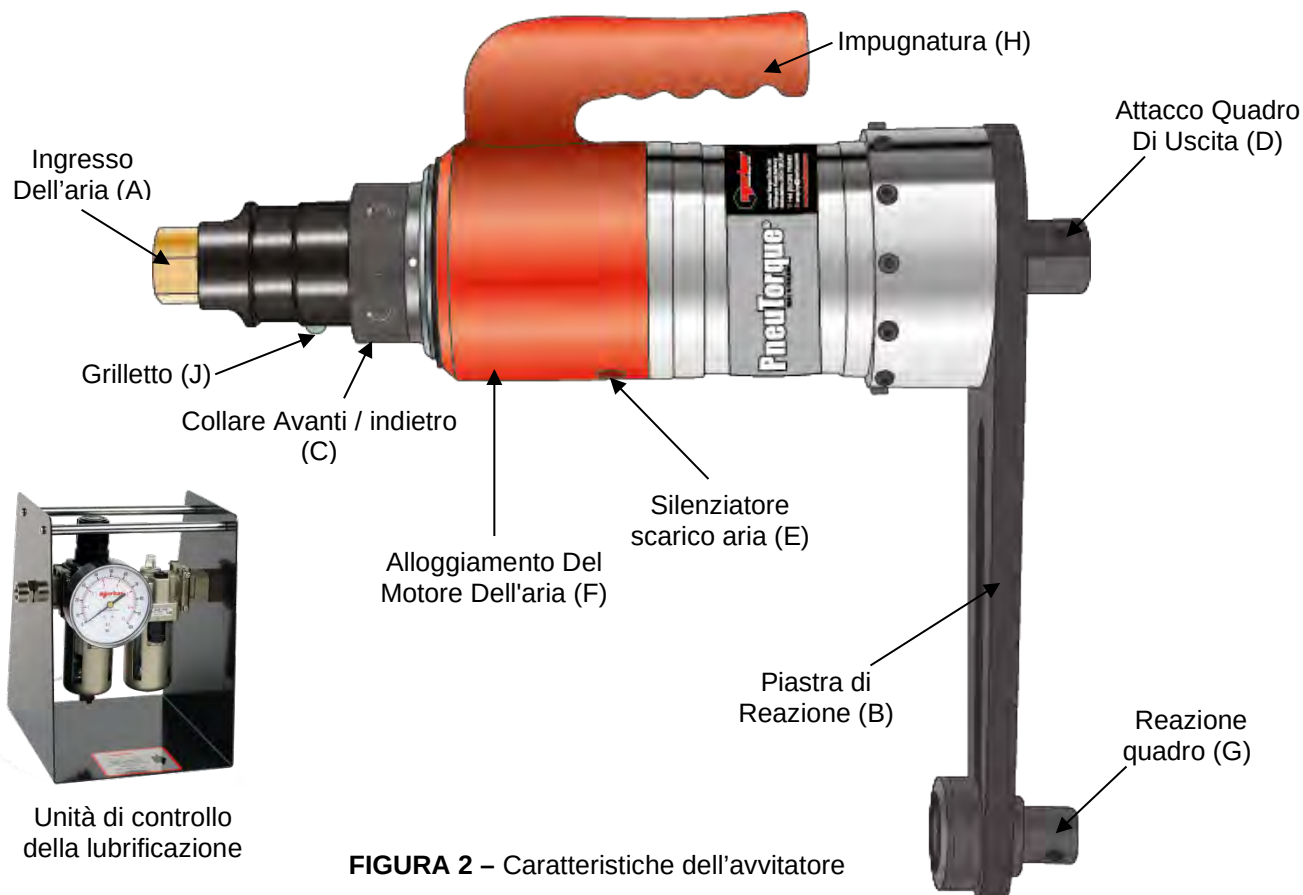

FIGURA 2 – Caratteristiche dell'avvitatore
Inserire l'impugnatura di sollevamento (se fornita) sulla parte superiore dell'alloggiamento del motore dell'aria ("F" nella figura 2). Regolare la posizione dell'impugnatura in modo che l'avvitatore possa essere tenuto comodamente. Stringere saldamente le viti della bussola.
Montare la piastra di reazione ("B" in figura 2) sullo strumento usando i bulloni forniti e la coppia di serraggio al valore specificato dal braccio di reazione. Se non è specificata alcuna coppia, seguire la tabella in basso:
5. Tenere premuto il grilletto ("J" nella figura 2) e regolare la pressione dell'unità di controllo della lubrificazione fino a che sul manometro non appare il numero giusto.